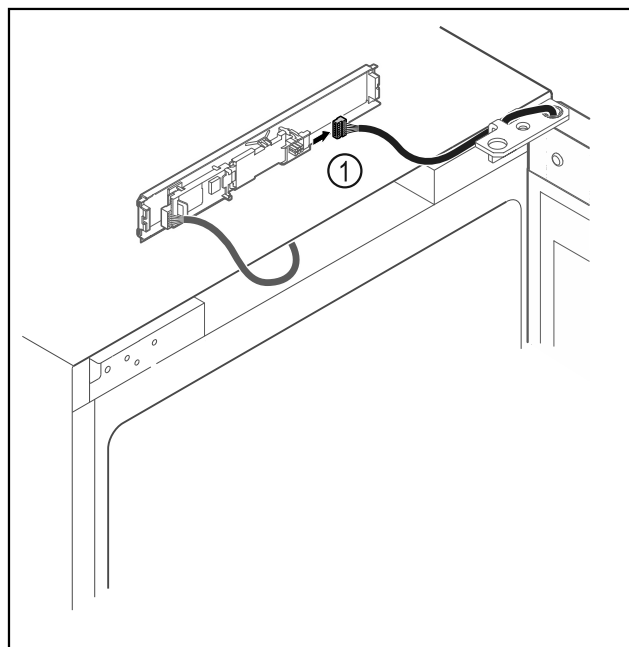

Fig. 13
- Odpojte zástrčku Fig. 13 (1) z dosky plošných spojov.